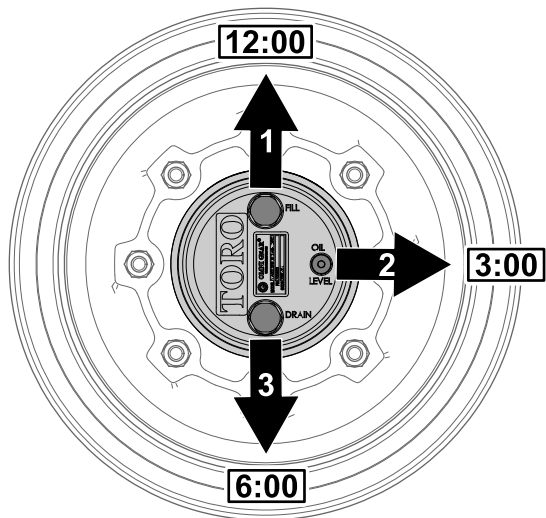

图 58
1. 将机器停放在水平地面上将车轮放置为加油塞在 12 点钟位置检查塞在 3 点钟位置排油塞在 6 点钟位置 图 58。
2. 取出 3 点钟位置的检查塞 图 58。
1. 将机器停放在水平地面上将车轮放置为加油塞在 12 点钟位置检查塞在 3 点钟位置排油塞在 6 点钟位置请参阅 检查行星齿轮传动润滑油 \(页码 45\) 中的 图 58。